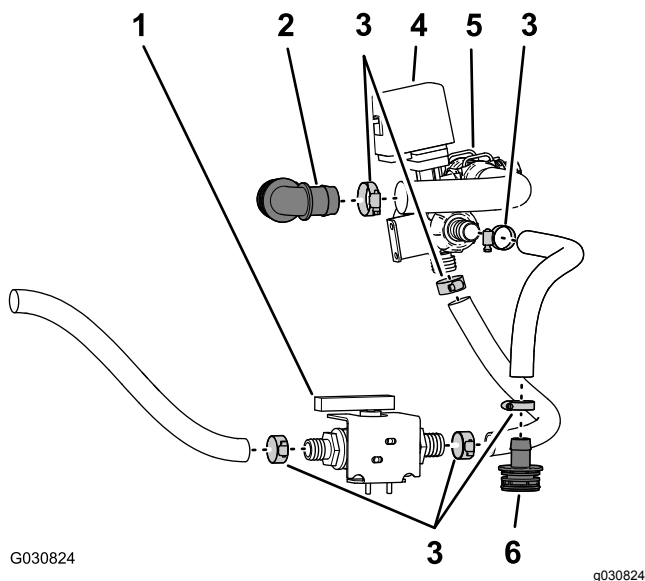

Figure 70
4. Retirez les colliers qui fixent le flexible entre le raccord cannelé droit et la vanne d'agitation (Figure 70).
1. Retirez les colliers qui fixent le flexible entre le clapet à bille et le bas de la vanne d'agitation (Figure 70).
2. Retirez le collier qui fixe le flexible à l'autre extrémité du clapet à bille (Figure 70).
3. Retirez le collier qui fixe le raccord à 90° cannelé au flexible de la vanne de dérivation (Figure 70).